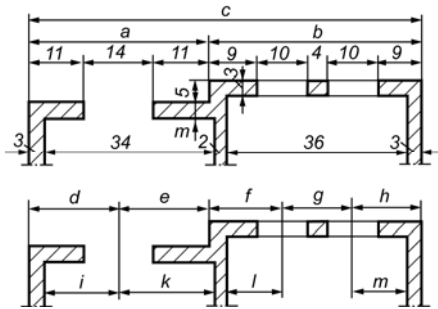

Bild 2.3.12
2. Berechnen Sie für den dargestellten Teilgrundriss in Abbildung 2.3.12 die angegebenen Achtelmeter (Köpfe) in Baunennmaße um.